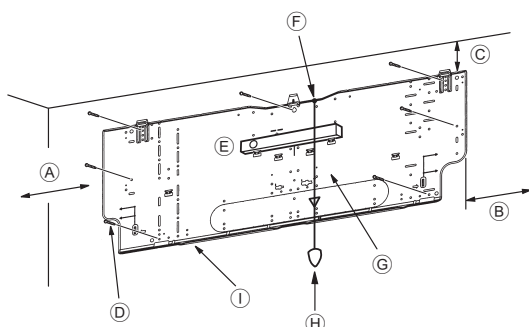
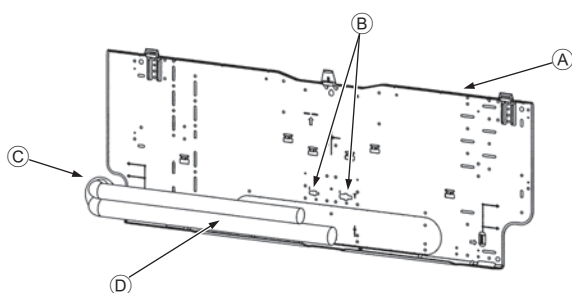

Fig. 3-4
Fig. 3-5
■ PKFY-P-VKM-E (Fig. 3-4)
- Ⓓ Bevestigingsschroeven (4 × 25) ②
- Ⓘ Ophangplaat ①
3.3. Bij het inbrengen van de pijpen in de muur (Fig. 3-5)
- Ⓐ Ophangplaat ①